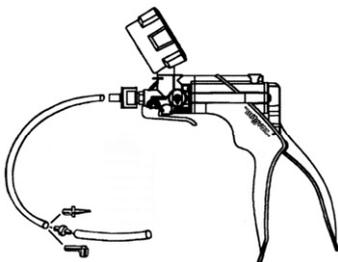

Abb. 1: Einstellung für Unterdruck.
1. Umschalthebel in die Stellung "VACUUM" drehen. **(Abb. 1)**
2. Benötigte Schläuche und Adapter montieren. **(Abb. 1 "A")**